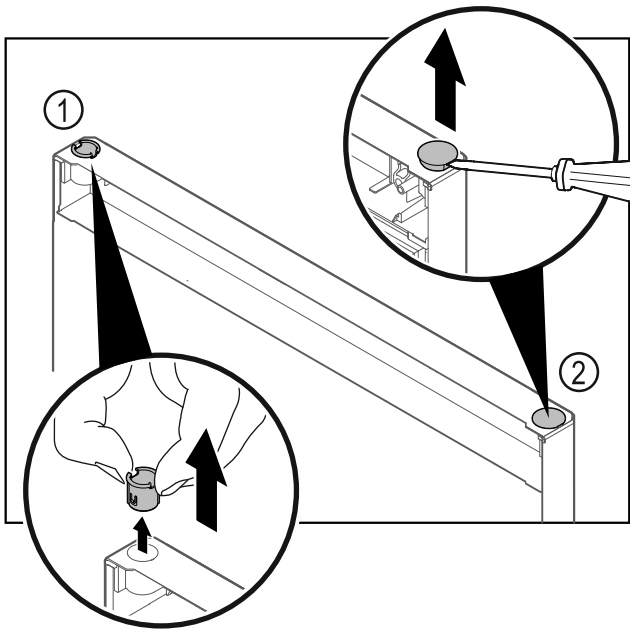

Fig. 20
- ▶ Húzza ki az ujjával a csuklópánt-perselyt Fig. 20 (1).
- ▶ A fedődugót Fig. 20 (2) egy csavarhúzóval óvatosan emelje meg és húzza ki.